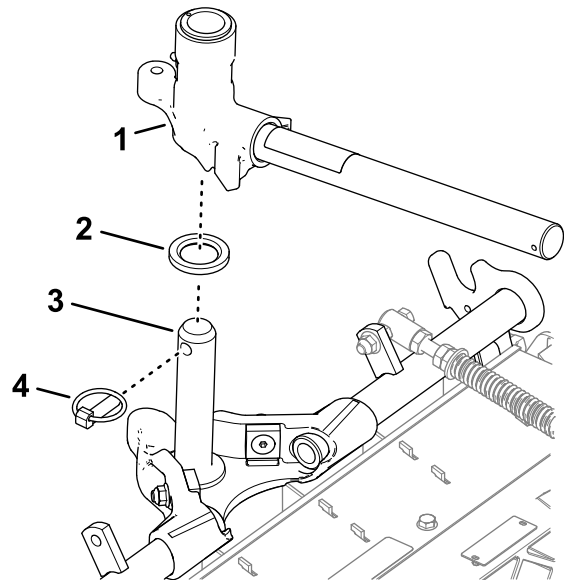

Bild 29
2. Setzen Sie das Hubarmbohrer in die Trägergerüstwelle ein (Bild 29).